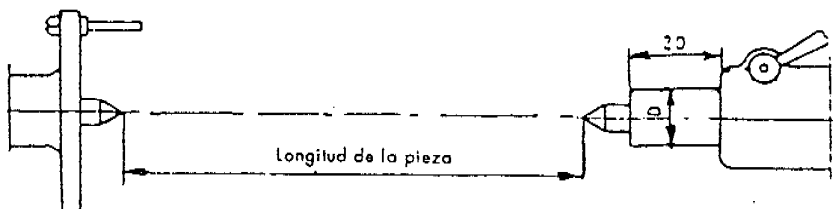

Figura 3
a. Desplace el cabezal móvil y fíjelo a la posición adecuada ( Figura 3 ).